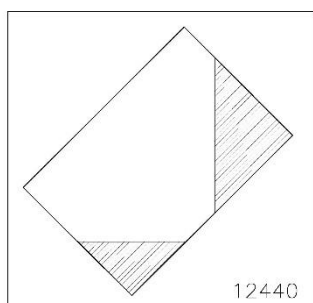

Fig. 12: Voorbeeld van een versneden lei
- versneden schuine leien (Fig. 12)